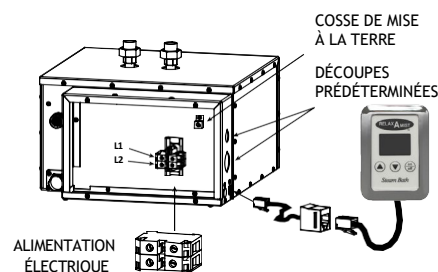

Fig. 6
b) Raccordez les **deux fils en cuivre** provenant de l'alimentation électrique, l'un au **fil rouge** et l'autre au **fil noir Relax-A-Mist®**, à l'intérieur du boîtier électrique. Voir la **Fig. 6**.